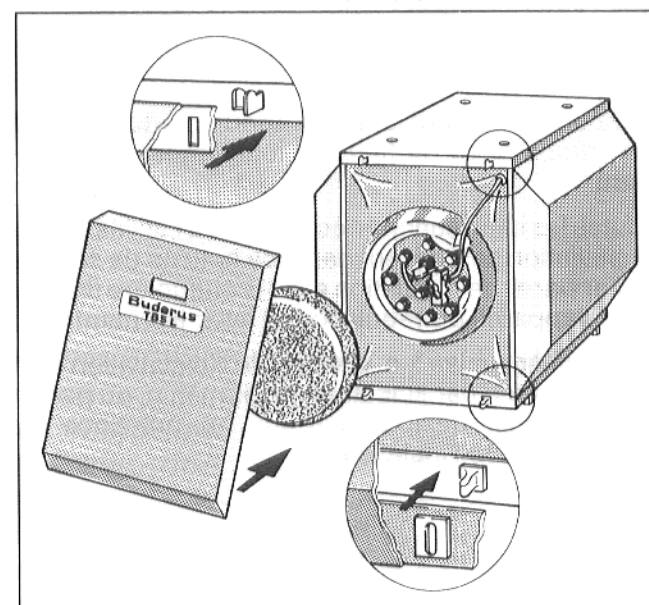

Fig. 9
- Replacer le disque calorifuge sur le couvercle du trou de poing (fig. 9).
- Accrocher les deux fentes du haut du panneau de façade du préparateur dans les crochets du corps du préparateur (fig. 9).
- Enclencher les clips du bas du panneau de façade du préparateur dans les ergots du corps du préparateur (fig. 9).